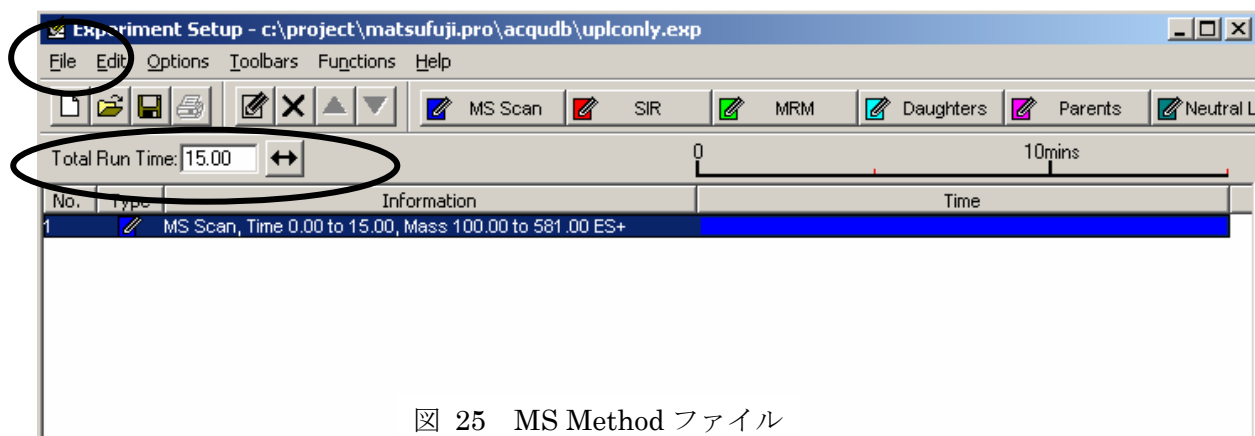

図 25 MS Method ファイル
② [File]から UPLCOnly のファイルを読み出す (図 25)。